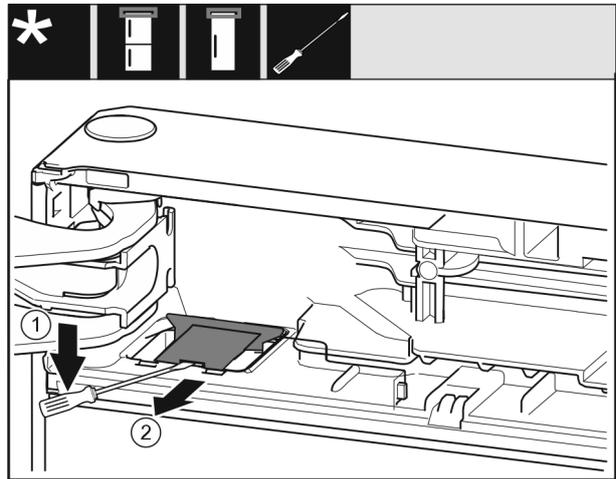

Fig. 10
- ▶ Med en flat skrutrekker løsne dekselet og ta det av. Fig. 10 (1)
- ▶ Ta ut dekselet. Fig. 10 (2)